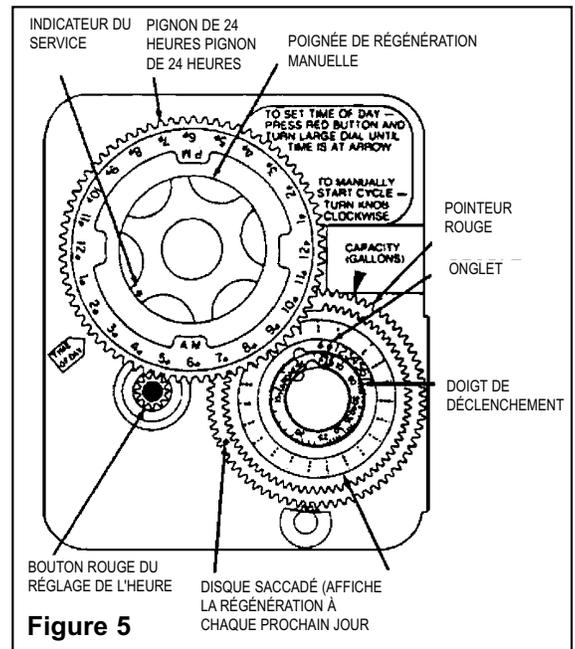

Figure 5
5. Branchez l'adoucisseur à une prise électrique. Tournez manuellement le bouton de régénération manuelle (voir figure 5, page 5) jusqu'à la position du remous. Ouvrez lentement le courant d'eau brute dirigé vers la soupape jusqu'à ce que tout l'air y soit dégagé. Laissez l'eau s'écouler vers le drain pendant 2 ou 3 minutes ou jusqu'à ce que l'eau soit claire.
6. Optionnel (sauter à l'étape 8 si l'eau n'a pas besoin d'être désinfectée) - Nous recommandons que tout adoucisseur soit désinfecté avant d'être démarré pour la première fois. Cette désinfection se fait à l'aide de chlore (javellisant pour lessive). Tournez manuellement le bouton jusqu'à l'enclenchement du REMPLISSAGE DE SAUMURE. Le montant d'eau adéquat sera mesuré automatiquement par le tuyau de vérification d'air du puit de saumure jusqu'au réservoir de saumure. Ajoutez une (1) cuillerée à thé de chlore (javellisant pour lessive) au réservoir de saumure et mélangez la solution. Tournez le bouton pour avancer la soupape en position de RINÇAGE/SAUMURE. Remettez le courant électrique à l'adoucisseur et la soupape retournera en position de SERVICE automatiquement.
7. **Soupape 2510 (FE30MI et STFE30MI) seulement** - Tournez manuellement le Bouton de régénération manuelle sur la minuterie lentement pour passer le cycle du remous, du tirage de saumure et du rinçage rapide pour arriver au cycle du Remplissage du réservoir de saumure (voir figure 5, page 5). Lorsque ce cycle est enclenché, laissez la soupape remplir le réservoir automatiquement. Le montant d'eau adéquat sera mesuré automatiquement par le tuyau de vérification d'air du puit de saumure jusqu'au réservoir de saumure. Le cycle du Remplissage du réservoir de saumure peut être identifié en observant la conduite du drain et les mouvements de l'engrenage du piston sur la soupape (voir figure 4). Ces cycles sont comme suit :